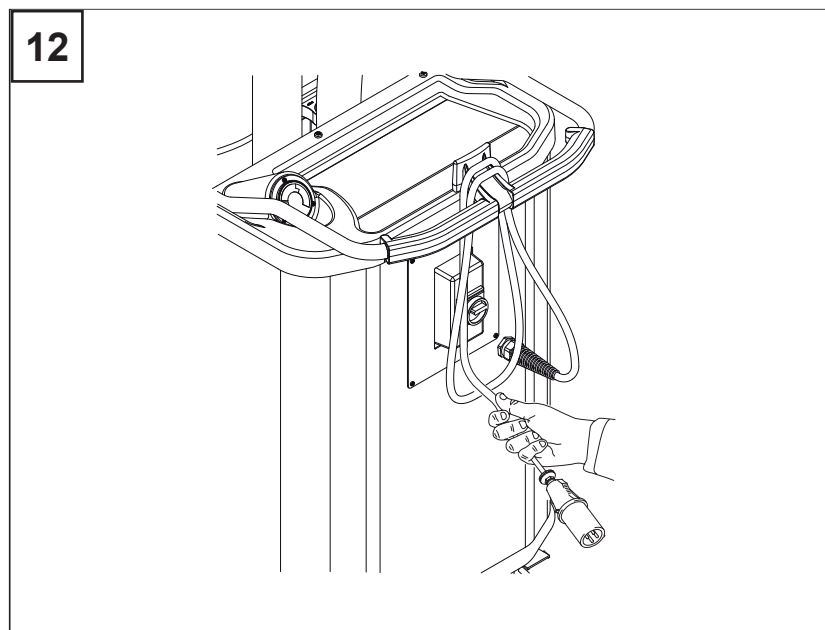

図12
- ・ 接続ケーブルをケーブルキャリア（図 12）に巻き付けます。